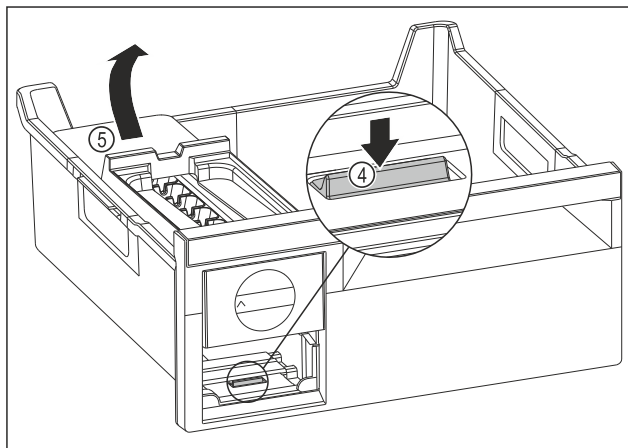

Fig. 112
- ▶ Извлеките корпус EasyTwist-Ice: Надавите пальцем вниз на накладку Fig. 112 (4) и одновременно другой рукой поднимите корпус EasyTwist-Ice Fig. 112 (5) сзади.